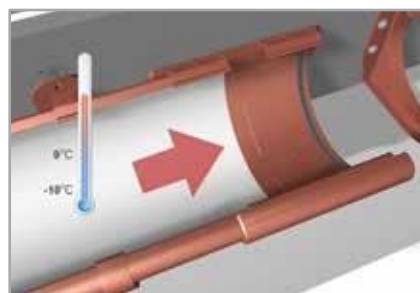

Fig. 6
- 1.12 Om thermische uitzetting van de hoeken en connectoren mogelijk te maken, moet het uiteinde van de goot in lijn worden gebracht met de hulplijnen (Fig. 6)